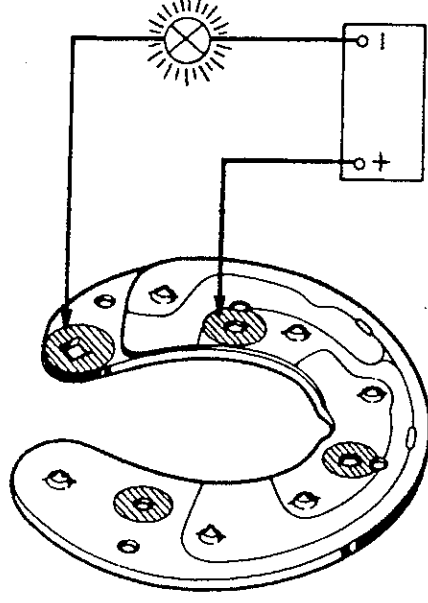

Fig. 10-14
- Conectar el borne negativo del comprobador a la salida común de los diodos auxiliares, y el positivo a las zonas destinadas a las conexiones de los arrollamientos inductivos (Ver Fig. 10-14). El comprobador deberá indicar continuidad, si así no fuera, cambiar el puente, pues el diodo auxiliar en prueba está deteriorado.